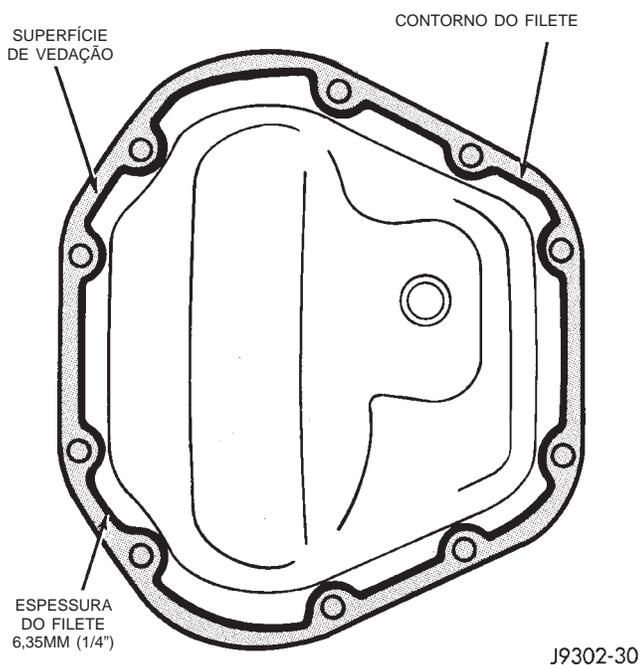

Fig. 36 Cobertura do Alojamento Típica Com Composto Vedador
(1) Raspe o composto vedador de resíduo da carcaça e cubra as superfícies conjugadas. Limpe as superfícies conjugadas com álcool mineral. Aplique um filete de Composto Vedador de Borracha Silicone Mopar ou equivalente, na cobertura do alojamento (Fig. 36).